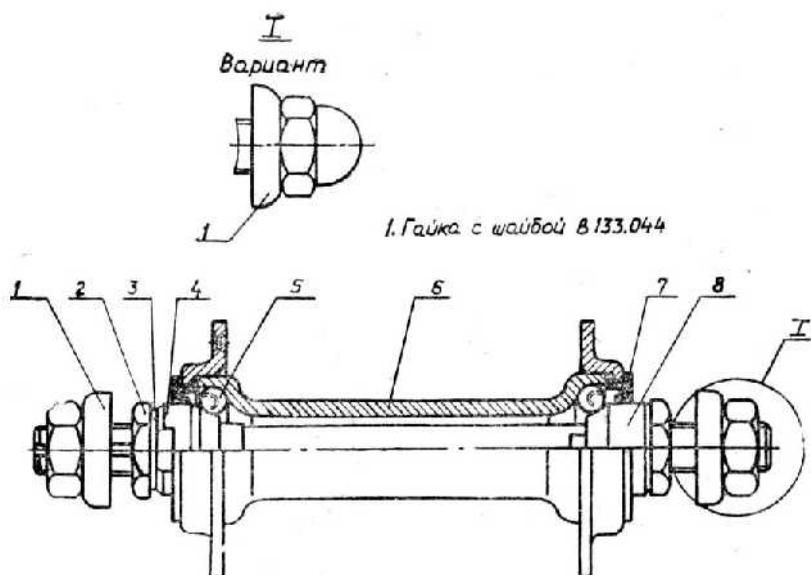

Рис. 3. Втулка переднего колеса.
**Втулка переднего колеса** (рис. 3) регулируется путем подтягивания или ослабления левого конуса 4, на котором имеются лыски под ключ. Перед регулировкой следует ослабить наружную гайку 1 и контргайку 2.